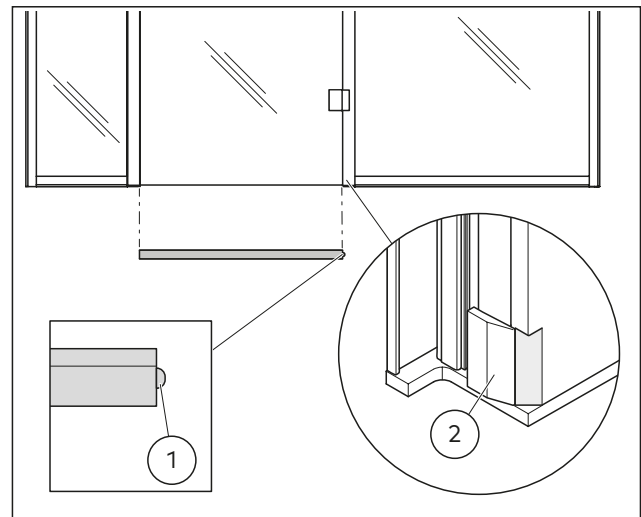

Abb. 14 Den Auslösekeil auf der Seite des Auslösers an der Nebenschließkante positionieren
- 1. Das Dichtungselement im Absenkdichtungsprofil so ausrichten, dass der Auslösekeil bei der Montage an der Nebenschließkante positioniert wird (Abb. 14).
- 4. Den Auslösekeil der Absenkdichtung auf der Seite des Auslösers an der Nebenschließkante positionieren (Abb. 14).